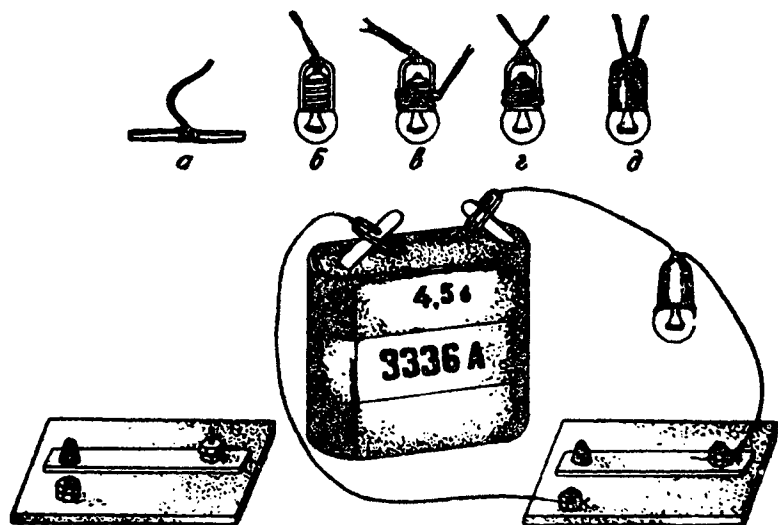

Рис. 3
Предлагаемая технология изготовления электроарматуры проста и доступна третьеклассникам. Чтобы изготовить патрон, необходимо вырезать из картона полоску длиной 40 мм и шириной 3 мм. Взять два куска монтажного изолированного провода. У одного из них удалить изоляцию на отрезке длиной 100 мм, у другого — 50 мм. Коротким оголенным концом провода обмотать середину картонной полоски (рис. 3а). Затем согнуть картонную полоску, наложить на торцевой контакт лампочки (рис. 3б) и укрепить картон длинным оголенным концом второго провода на цоколе лампочки (рис. 3в). После этого сложить провода вместе, проследить, чтобы оголенные концы проводов не соединялись (рис. 3г). Затем плотно обмотать цоколь изоляционной лентой (рис. 3д), и патрон готов.
Основанием микровыключателя может быть фанера, оргстекло или другой изолятор размером приблизительно  $70 \times 30 \times 10$  мм. На концах подставки просверливаются два отверстия для крепления винтов. (Заготовки для патрона могут быть изготовлены на уроках технического труда). Контактная пластина должна быть упругой. Для нее следует приготовить полоску из латуни (можно также взять подходящую по размерам стальную пластину). На одном конце пластины сделать отверстие. С помощью винта и гайки пластина крепится к подставке (рис. 3). Головка винта должна быть снизу. Сверху контактная пластина прочно прижимается гайкой. На винт надевается вторая гайка
**Учитель.** Соберите электрическую цепь, состоящую из тех же элементов, что у меня на столе. (Используя самодельную микроарматуру, учащиеся собирают электрическую цепь; рис. 3.)